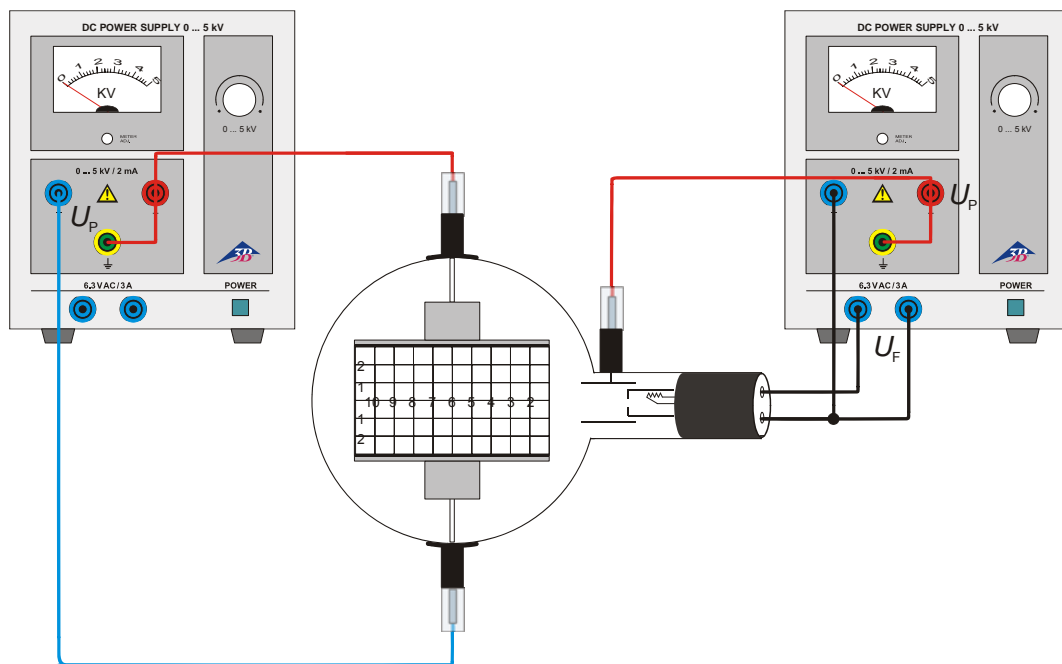

Fig. 3 Deflessione elettrica
- Struttura di prova come da fig. 3.